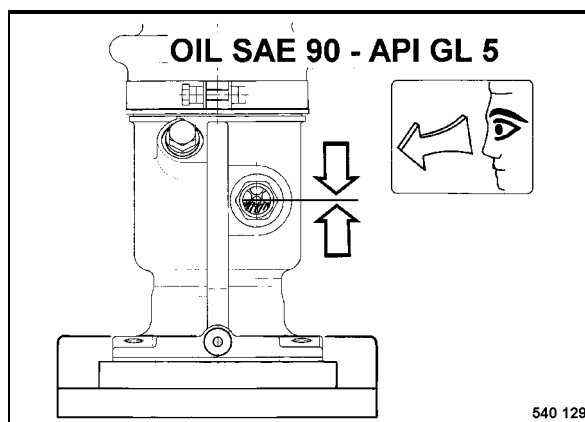

Fig. 47
- Limpiar el cristal de observación (Fig. 47), y comprobar el nivel de aceite.